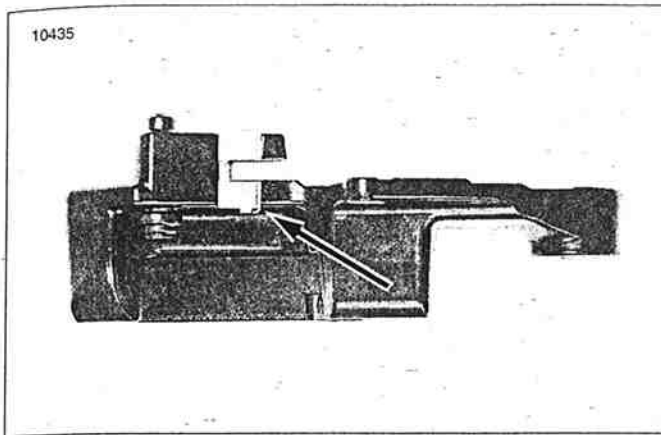

Figura 2-119. Pieza de soporte del retenedor
1. Vea la Figura 2-119. Antes de instalar la mordaza, asegúrese de que la pieza de soporte del retenedor esté instalada correctamente en la pieza de soporte de montaje.